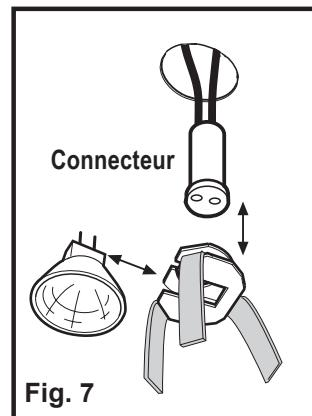

Fig. 7
- Débloquez l'ampoule avec un tournevis. **Fig. 7**.